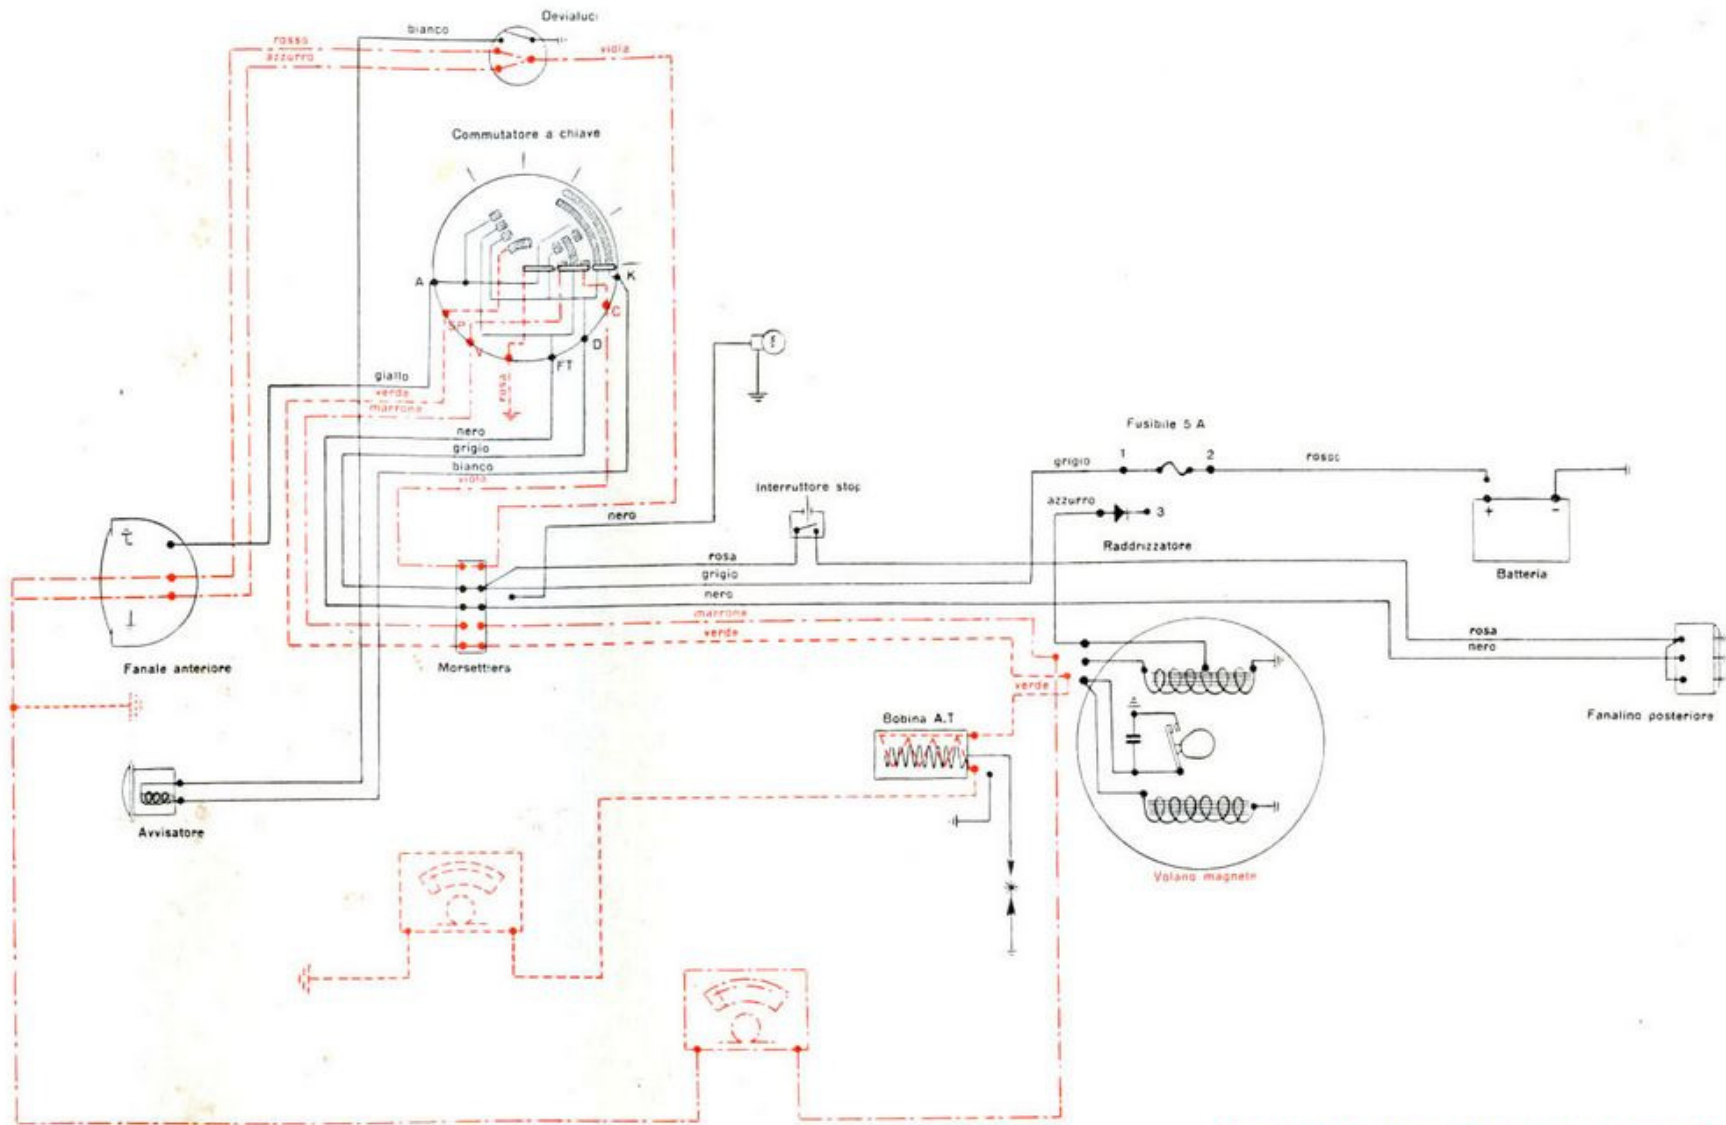

Fig. 45
3) **Circuiti corrente alternata luce e alimentazione lampadina biluce nel fanale anteriore.** Vedi fig. 45.
4) **Circuiti di massa dell'accensione, di massa del commutatore e di alimentazione e primario della bobina alta tensione.** Vedi fig. 45.